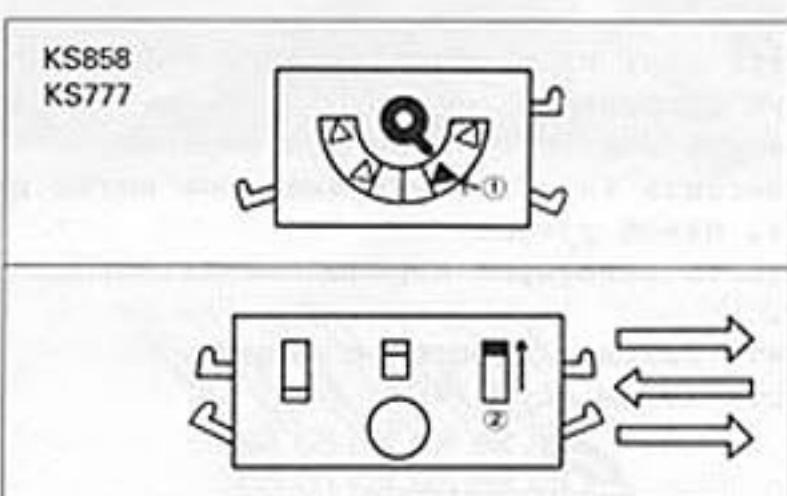

Рис. 7
7. Провязать 3 ряда, изменения оба натяжения в соответствии с диаграммой на предыдущей странице. (Рис. 7)